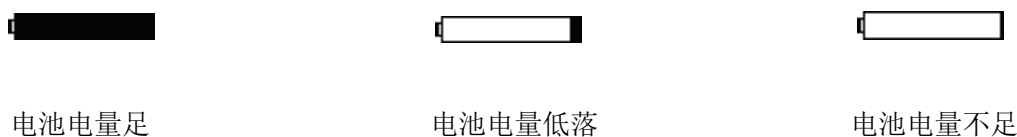

图 2.3 电池电量显示
- 检查电池电压，电池电量检测图标如图 2.3 所示若显示电量不足；